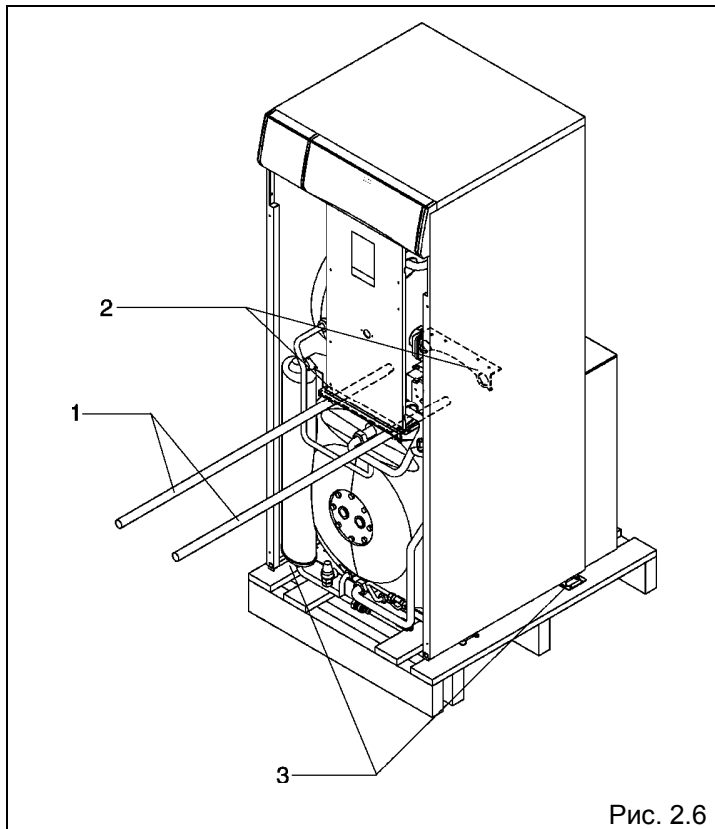

Рис. 2.6
- снимите винты, которые крепят котел к деревянному поддону посредством двух скоб (3) (рисунок 2.6)
- приподнимите котел, используя две трубы на $\frac{3}{4}$ дюйма (1), которые вставлены в специальные отверстия (2) (рисунок 2.6).